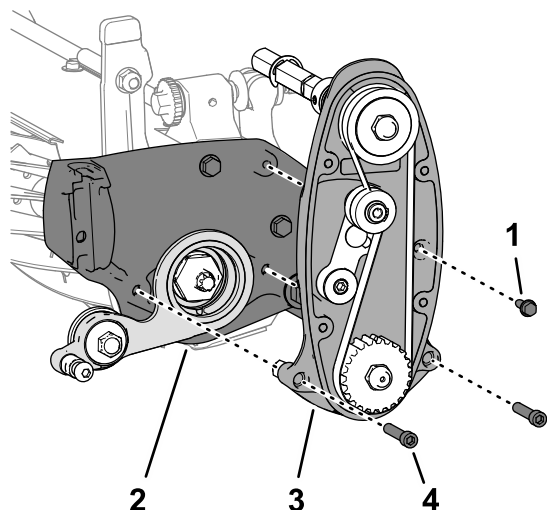

Figura 17
1. Alinee el conjunto tensor con la unidad de corte como se muestra en la Figura 17.
2. Monte el conjunto tensor y la transmisión del molinete en la unidad de corte (Figura 17) con los 2 tornillos allen (5/16" x 1 1/2") y las contratuercas (5/16") que retiró en 4 Retirada de la transmisión del molinete (página 5).
3. Monte la transmisión del molinete en la unidad de corte (Figura 17) con el tornillo con arandela prensada (1/4" x 3/4").